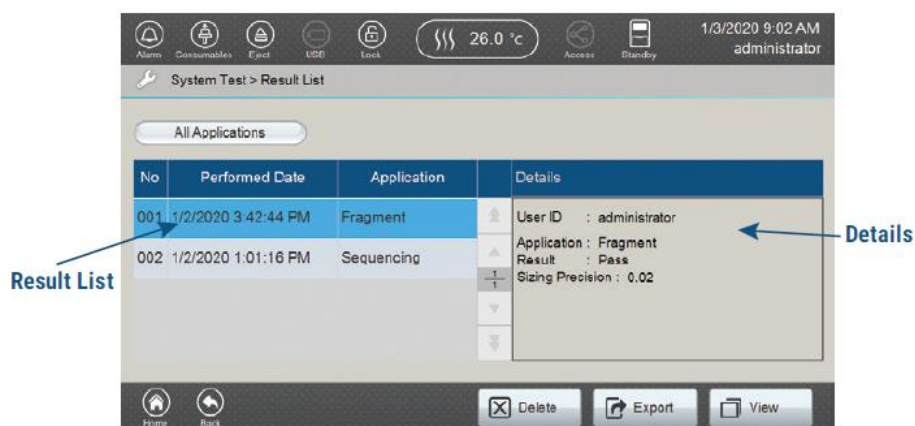

図 224 Fragment の System Test を選択した Result List 画面
2. 確認したい **system test** を選ぶと、「Result List」画面に選んだ **system test** の詳細が表示されます。(図 224)
7. Result List 画面 (図 224) から **Export** を選ぶのと同じ方法で、**Export** を選択すると、PDF ファイルで system test のレポートをエクスポートできます。